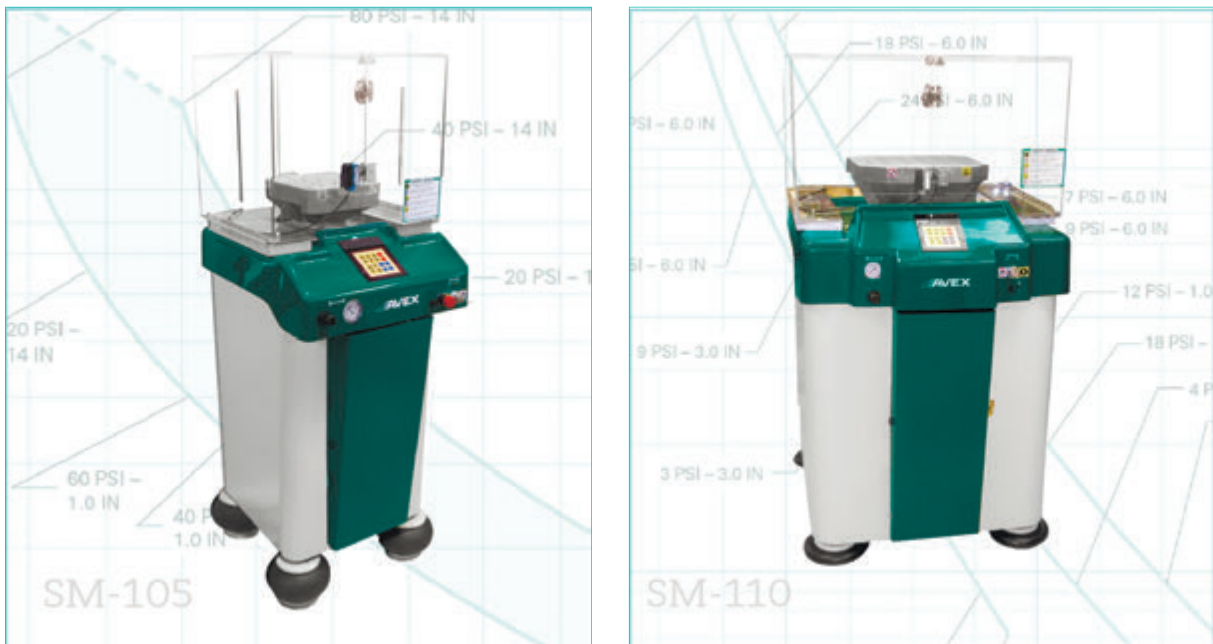

Рис. 6. Испытательные установки SM-105 и SM-110
- SM-220 — крупногабаритная модель для испытания образцов массой до 454 кг (рис. 6).